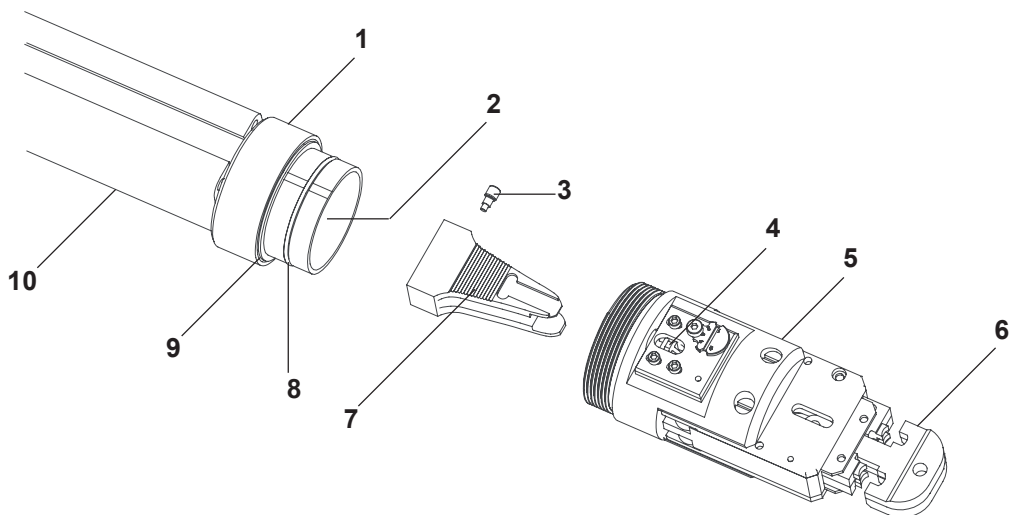

Bild 2
1. Wenn die Nocken-Einstellschraube nicht im Nocken eingesetzt ist, dann drehen Sie die Einstellschraube mit zwei oder drei Umdrehungen in den Nocken ein. Siehe Bild 2.
4. Richten Sie die Sperrklinke der Werkzeughalterung mit den Nockenzähnen aus und drücken Sie die Werkzeughalterung auf die Antriebseinheit, sodass sie über den Klemmring auf den Kolben der Antriebseinheit gleitet. Siehe Bild 2.